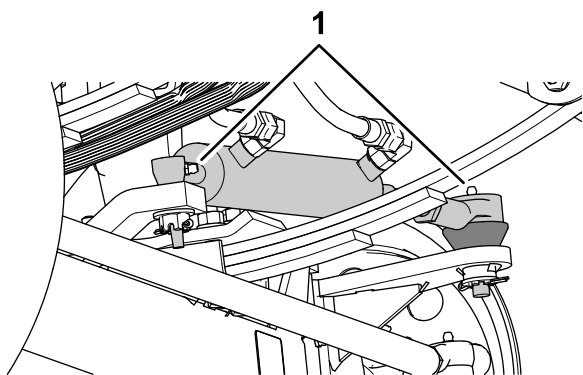
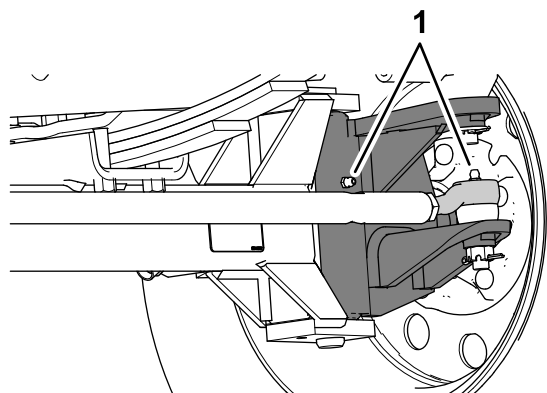

图 63
图 64
1. 将黄油嘴擦拭干净图 63 和图 64。
2. 用黄油枪将润滑脂打入到黄油嘴图 63 和图 64。
注意 黄油嘴的位置如图 63 中所示。